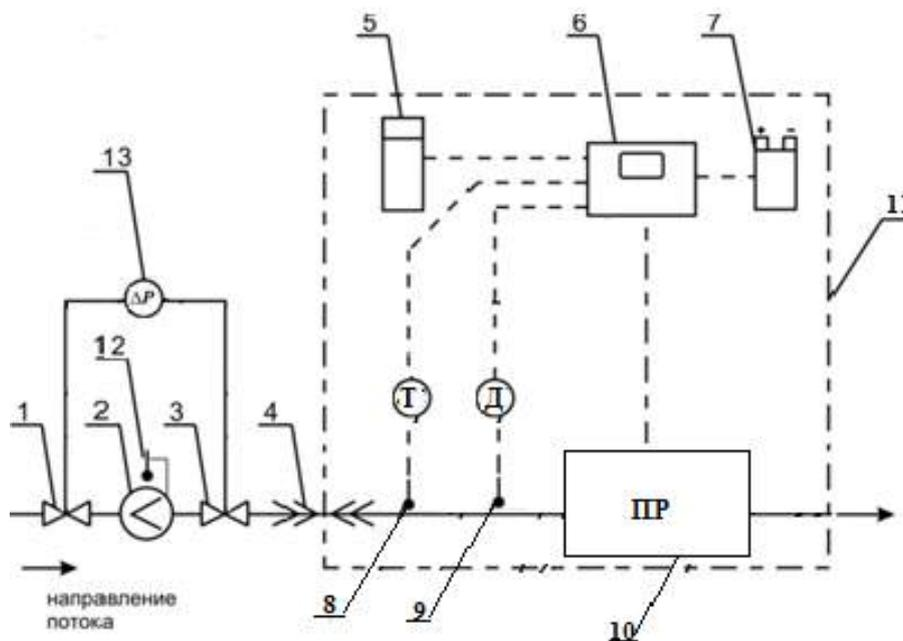

Рисунок 1 – Функциональная схема Установки
2.2.5 Подключение Установки к системе газоснабжения с помощью шлангов (позиция 4,14, рисунок 1) и отключение от нее производится только при выключенном питании Установки и закрытой запорной арматуре (позиция 3, рисунок 1).
2.3.3 Подсоединить к Установке и к системе газоснабжения вводной и выводной шланги (позиция 4,14, рисунок 1) при помощи быстросъемных наконечников, предварительно перекрыв запорную арматуру (позиция 3, рисунок 1).
2.3.6 Плавно открыть запорную арматуру (позиция 3, рисунок 1) с целью задачи постоянного расхода через поверяемый счетчик и Установку.